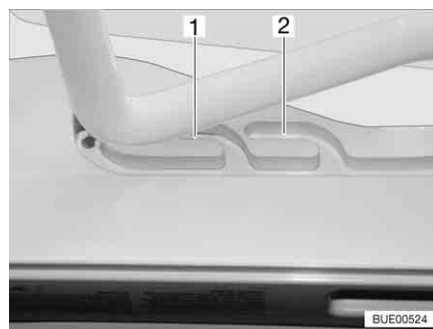
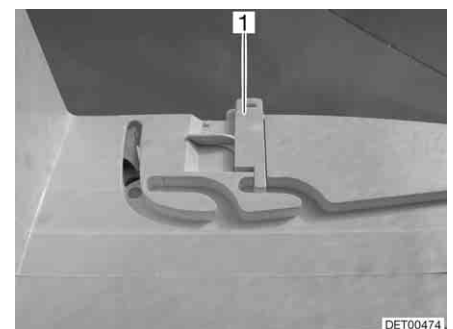

Bild 86 Heki-takluckan i ventilationsläge
Bild 87 Lås ventilationsläge
Heki-takluckan kan ställas i två ventilationslägen: Läget för dåligt väder (Bild 86,1) och mittläget (Bild 86,2). Beroende på modell kan takluckan låsas i mittläget med spärren (Bild 87,1).
- Tryck bygeln lätt uppåt och skjut in den i det valda spåret (Bild 86,1 eller 2) och lås eventuellt.